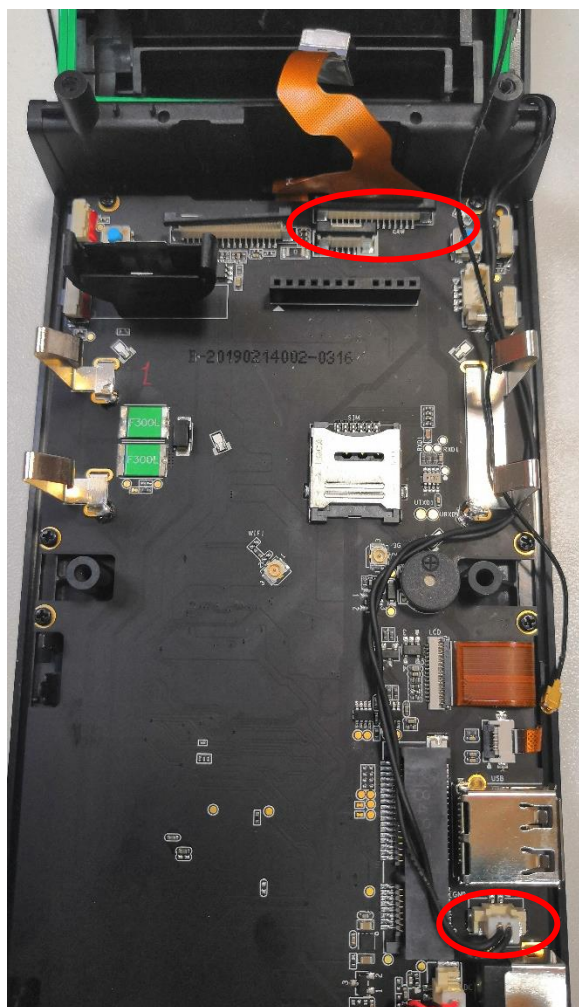

Рисунок 27. Отсоединения шлейфов антенны NFC и камер.
7. Установить антенну NFC, надев её на корпус верхний вдоль лотка ЧЛ, жгут антенны уложить вдоль стенки корпуса верхнего, выводя его с правой стороны, уложить его на плате модуля управления а затем подключить жгут антенны к соответствующему разъёму на плате (**Рисунок 27**).
14. Подключить шлейф комплекта камер к соответствующему разъёму платы модуля управления, закрыть фиксатор разъёма обратной стороной пинцета (**Рисунок 27**).